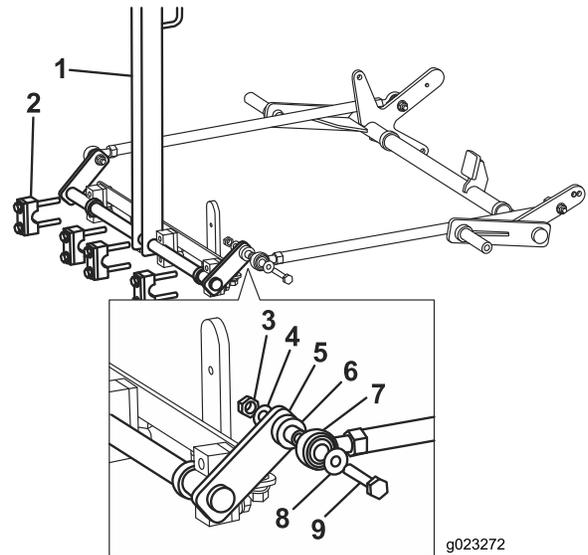

Figura 4
2. Coloque el perno a través de la arandela, el extremo de la varilla, el casquillo, la barra y la arandela, y sujete todo con la tuerca (Figura 4). No apriete las tuercas. Las tuercas deben estar sin apretar para poder ajustar la barra de tiro más tarde en el procedimiento.